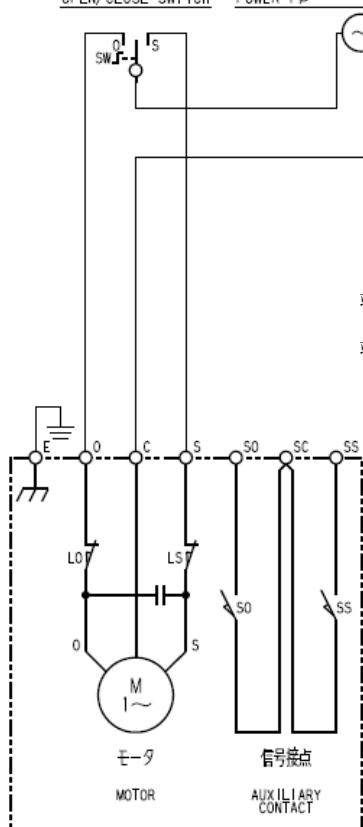

図 5 : B 形内部接続図
- (1) 端子箱カバー※を取り外します。端子箱と端子箱カバーの間にはパッキンが入っていますので、紛失したり傷を付けないように注意してください。
- (2) ケーブルをケーブルランドに通しケーブル先端に圧着端子を取付けます。圧着端子のかしめは適正工具で確実に行ってください。
- (3) 図5、6に制御動作B及びCの標準接続図を示します。制御動作C EやC X、その他特殊仕様の場合、本図通りでは無いことがありますので、接続図や仕様書で確認してください。
- (4) 端子台への接続は、プラスドライバーの2番を使用し確実に行ってください。
- (5) 配線終了後、パッキンの挟み込みに注意して端子箱カバーを取付けてください。